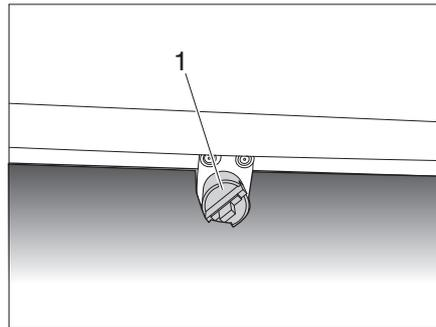
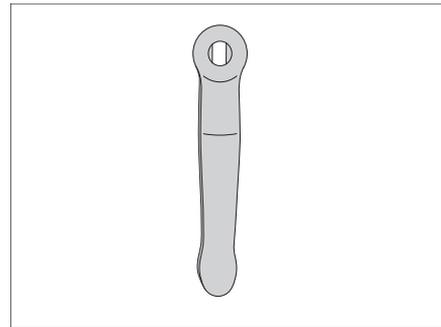
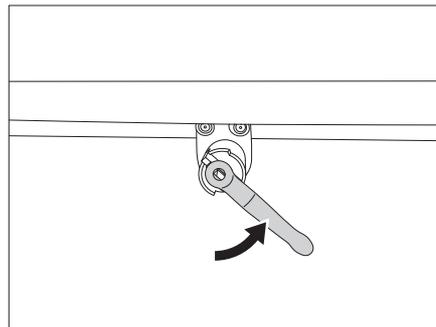

Bild 70 Ablauf Abwassertank
Bild 71 Tankschlüssel
Bild 72 Abwasserhahn öffnen
- Tankschlüssel (Bild 71) auf die Ablassereinrichtung (Bild 70,1) stecken.
- Zum Öffnen des Abwasserhahns den Tankschlüssel (Bild 71) eine Vierteldrehung gegen den Uhrzeigersinn drehen (Bild 72).
- Zum Schließen des Abwasserhahns den Tankschlüssel (Bild 71) im Uhrzeigersinn bis zum Anschlag zurückdrehen.
- Sicherstellen, dass die Ablassöffnung im Inneren des Frischwassertanks (Bild 68), der Abwasserhahn (Bild 70,1) und das Sicherheitsventil des Warmwasserboilers geschlossen sind.